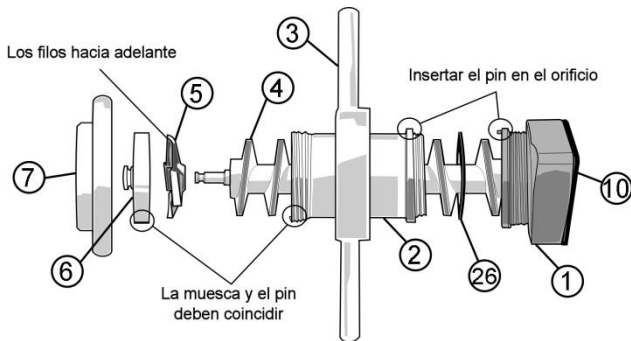

FIG. 1 PUNTOS A REVISAR DURANTE EL ENSAMBLE DE LA UNIDAD DE MOLIENTA
**(Ver Fig. 1):**
- Introduzca el empaque (26) dentro del soporte del cabezal (1) asegurando un correcto ensamble, después inserte el cabezal (2) alineando el pin con el orificio. Fije ambas partes con la Tuerca (3).
- Ensamble el gusano (4) y posteriormente la navaja (5) con el filo hacia enfrente.
- Coloque el cedazo (6) en contra de la navaja (5) asegurándose que la muesca coincida con el pin insertado en el cabezal (2). Finalmente complete el ensamble con la tuerca para el cabezal (7).